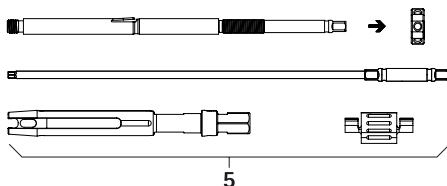

Fig. 3
- Smontare la leva di riduzione percutanea 5, vedere Fig. 3. Disassemblarla completamente e svitare il dado di serraggio.